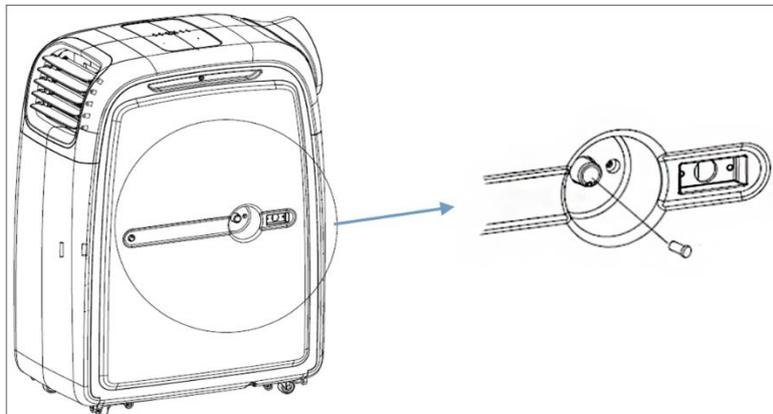

Fig. 3
- Se il serbatoio dell'acqua è pieno, sul display compaiono i codici “E2” nella modalità operativa deumidificazione e raffreddamento e “E4” nella modalità operativa riscaldamento. Il compressore si ferma. Rimuovere la valvola dall'apertura di drenaggio e lasciare che l'acqua fuoriesca dal tubo di drenaggio (vedere Fig. 3). Poi applicare di nuovo la valvola. Il codice corrispondente scompare dal display LED e il dispositivo continua la messa in funzione.